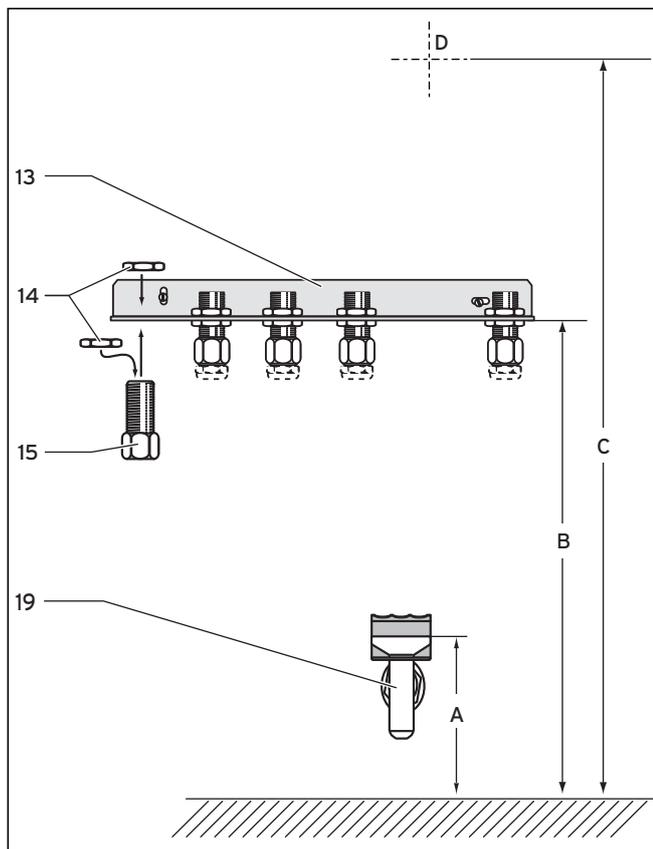

Abb. 4.3 Montage der Anschlusskonsole
- Legen Sie die Hausinstallationsleitung zu Punkt D Abbildung 4.3.
- Montieren Sie die Anschlusskonsole (13) und den Ablauftrichter (19) gemäß Abbildung 4.3 und der Tabellen 4.2 bzw. 4.3. Die Mitte der Anschlusskonsole entspricht der Mitte der Geräteposition.
- Fixieren Sie die fünf Doppelnippel (15) mit den Sechskantmutter (14) an der Anschlusskonsole (13). Die Innengewinde der Doppelnippel zeigen dabei in Richtung der hausseitigen Verrohrung.
- Führen Sie die hausseitigen Leitungen für Heizwasser, Trinkwasser und Zirkulation an die Anschlusskonsole (13) heran.